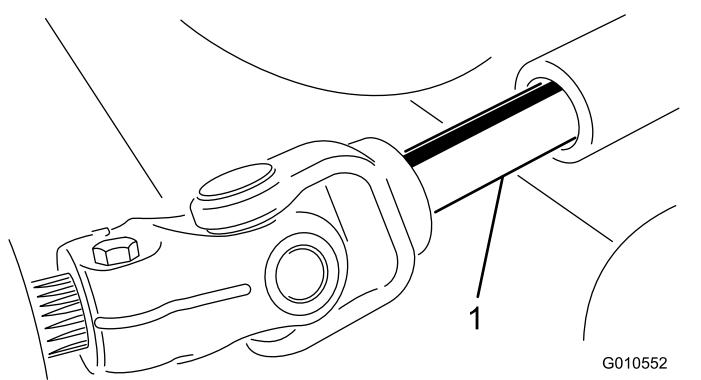

Bild 26
3. Rollen Sie das Mähwerk von der Zugmaschine weg, trennen Sie die Außen- und Innengewindeteile der Zapfwelle (Bild 26).
3. Schieben Sie die Zapfwelle mit Außengewinde in die Zapfwelle mit Innengewinde (Bild 26).